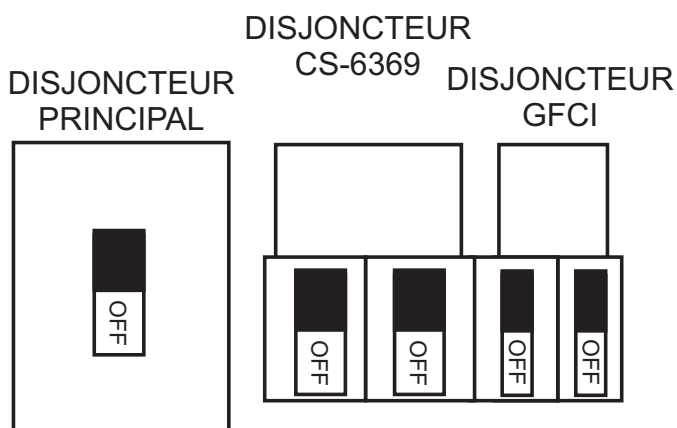

Figure 53. Disjoncteurs Principal, Secondaire et GFCI en Position OFF (DÉSACTIVÉ)
1. Faites passer les disjoncteurs **PRINCIPAL**, **SECONDAIRE** et **GFCI** (Figure 53) en position **OFF (DÉSACTIVÉ)** (pas de charge).
1. Pour arrêter le moteur en cas d'urgence, Faites passer les disjoncteurs **PRINCIPAL**, **SECONDAIRE** et **CHARGE** (Figure 53) en position **OFF (DÉSACTIVÉ)**.